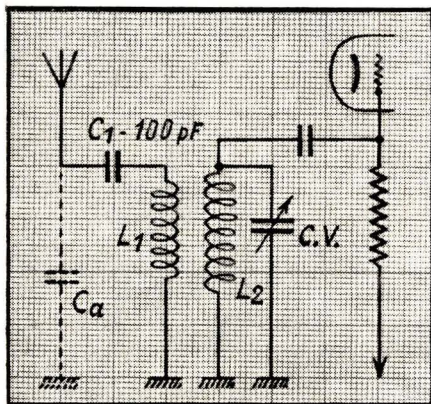

Fig. 1
**P 17.** — Le schéma de la figure 1 représente le circuit d'entrée P.O. d'un récepteur, avec la liaison inductive entre l'antenne et le circuit de grille. On suppose que la capacité  $C_a$  de l'antenne est de 200 pF. Quels sont les avantages et les inconvénients des trois solutions suivantes :  $L_1 = 1500 \mu\text{H}$ ;  $L_1 = 170 \mu\text{H}$ ;  $L_1 = 50 \mu\text{H}$  ?